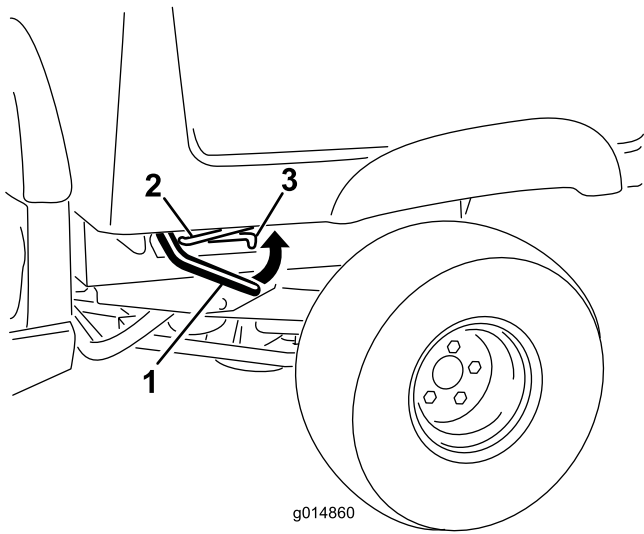

図 1
3. プロップロッドを固定スロットにはめ込んで荷台を固定する 図 1。